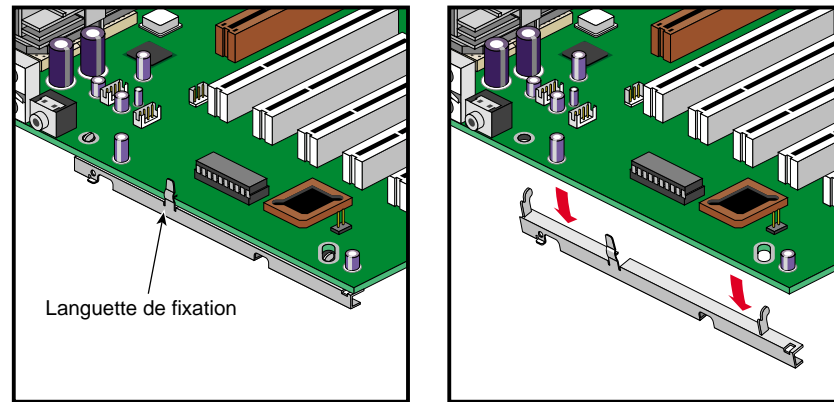

Figure 2-22 Démontage du support de blocage de la carte mère
7. Pour ôter le support de blocage de la carte mère, décrocher la languette de fixation et faire sortir les tenons du support de blocage de la carte mère. La Figure 2-22 montre la procédure correspondante.